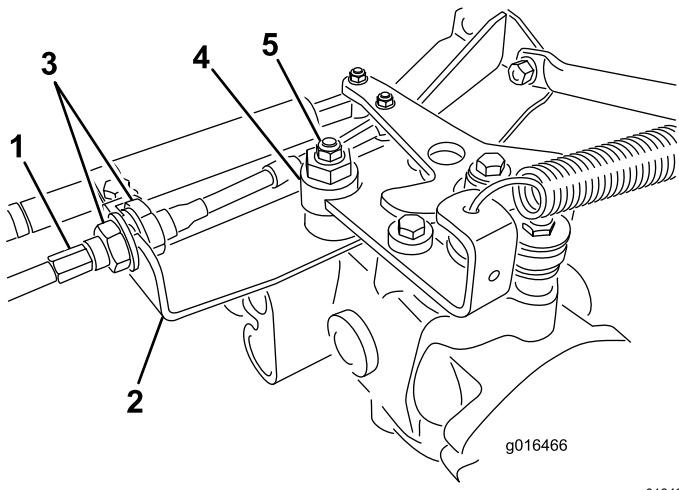

図 42
- 走行ケーブルを油圧トランスマッisionのバルクヘッドに取り付けているジャムナット図 42を両方ともゆるめる。調整ができるよう、ジャムナットは十分に、また均等にゆるめること。
注 偏芯ナットをトランスミッション上部に止めているナット図 42をゆるめる。
- E. 調整ができたら固定ナットを締める図 42。
- G. バルクヘッドのそれぞれの側から、ロックナットを均等に締め付けて、ケーブルを固定する図 42。ケーブルをねじらないように注意すること。